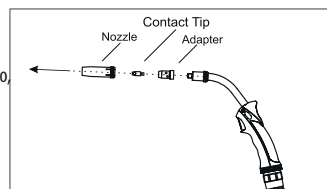

Figura 9: Remover O Bico, A Peça De Contacto E O Adaptador
- Para substituir a bicha; remova o bico, a peça de contacto e o adaptador (Figura 9).